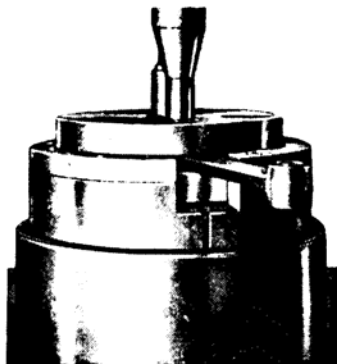

Bild 21-12.
3. Pressa ut mellantappen på motor 350 cm³, om kullagret måste bytas ut. (Se bild 21-12 och 21-14).